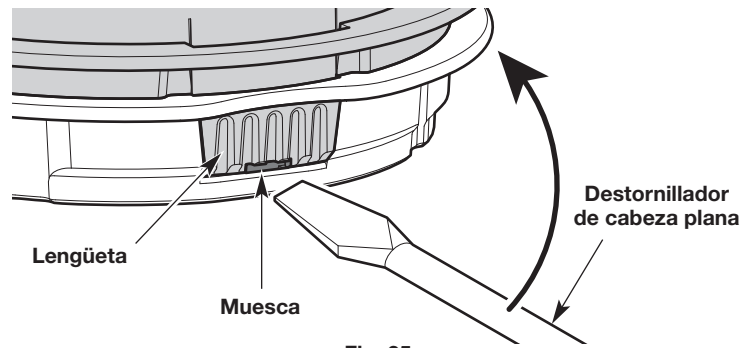

Fig. 25
- a. Inserte un destornillador de cabeza plana en la ranura de la lengüeta (Fig. 25).
- b. Incline levemente el destornillador hacia arriba y sosténgalo en el lugar (Fig. 25).